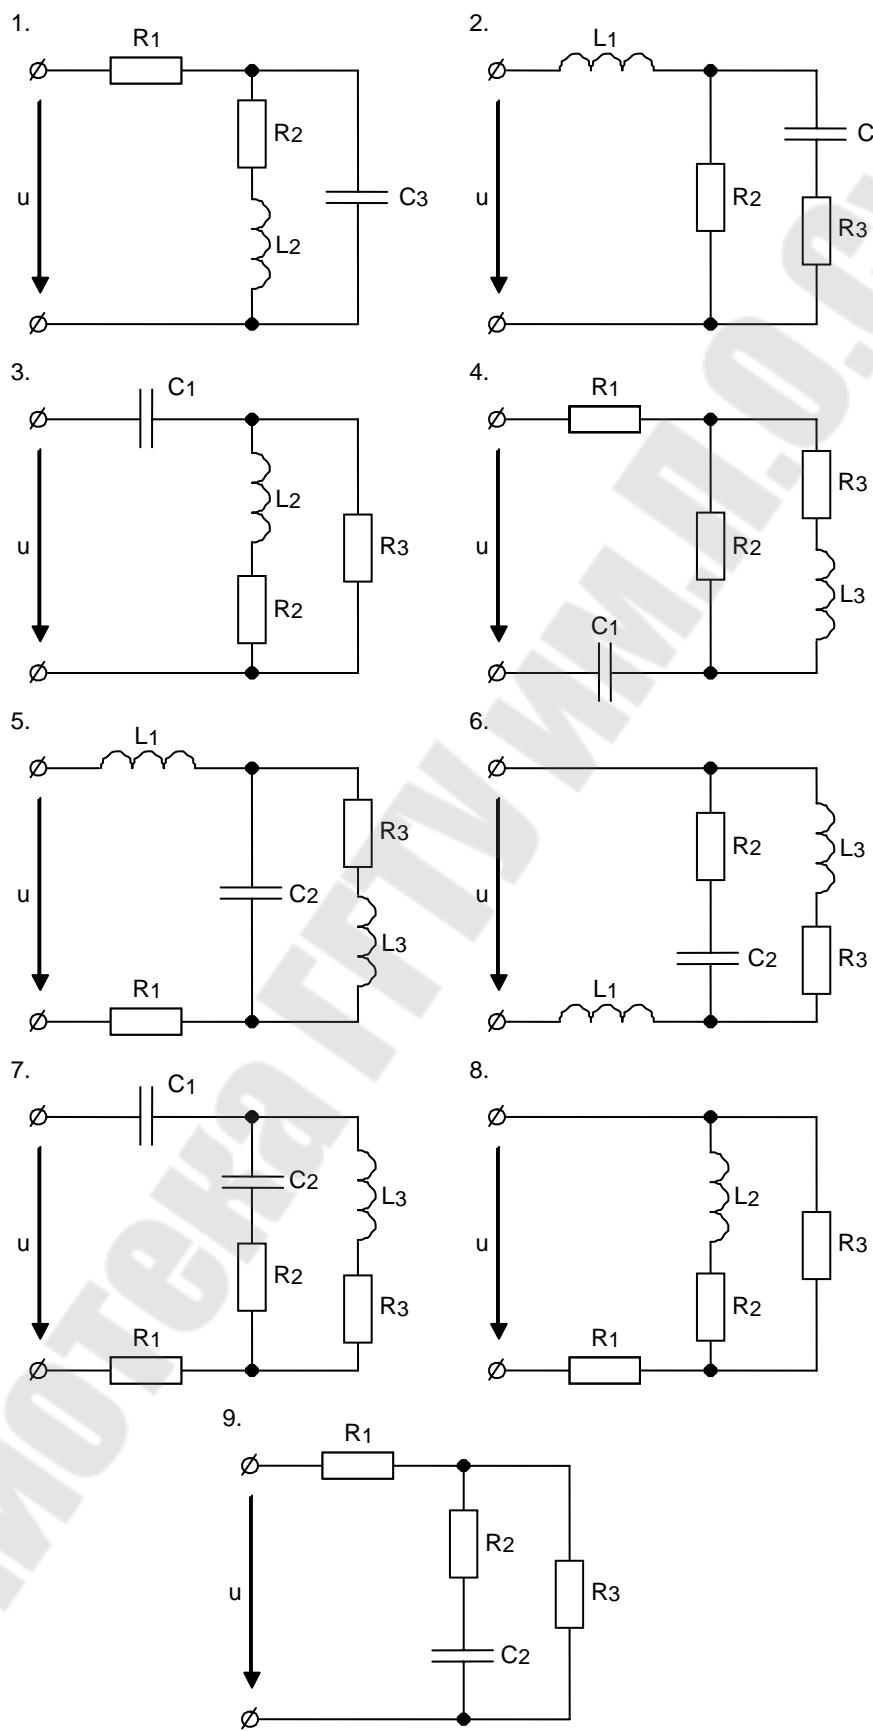

Рис. 3.5
3.4.1 На рис. 3.5 изображена схема электрической цепи, параметры которой приведены в табл. 3.1. Выражение мгновенного значения приложенного к цепи напряжения приведено в табл. 3.2. Основная частота напряжения источника питания $f = 50 \text{ Гц}$.